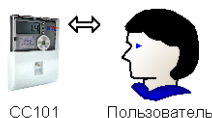

Рисунок 2.1. Визуальное считывание показаний счетчика
2.1 Пользователь самостоятельно выбирает и считывает показания с индикатора счетчика (Рисунок 2.1). В этом варианте необходимо находиться непосредственно возле прибора. Выбор нужных показаний осуществляется кнопками на корпусе счетчика.